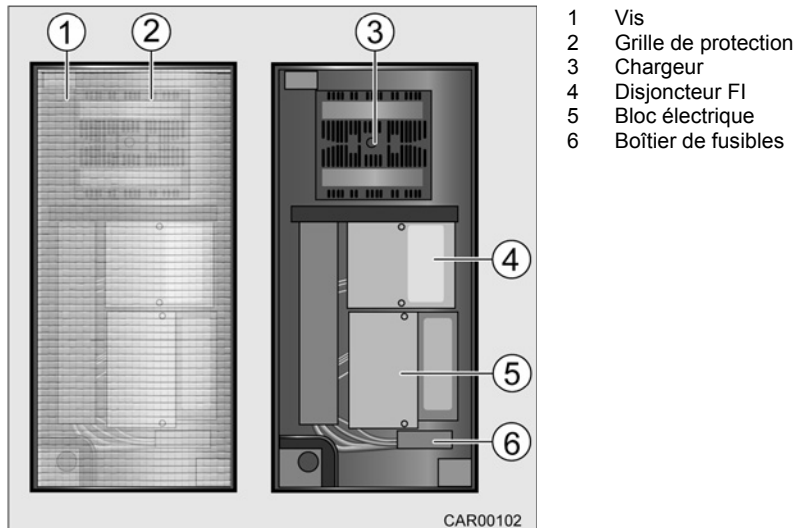

Fig. 111 Bloc électrique dans le garage
Le bloc électrique fonctionne uniquement en combinaison avec le panneau de contrôle. Le bloc électrique (Fig. 111/5) est installé dans le garage derrière une grille de protection (Fig. 111/2). Derrière la grille de protection (Fig. 111/2) se trouve également un boîtier de fusibles gris (Fig. 111/6) pour d'autres consommateurs et options spéciales 12 V.
Pour protéger l'appareil d'une fausse manipulation, le bloc électrique (Fig. 111/5) et le chargeur (Fig. 111/3) sont installés derrière une grille de protection (Fig. 111/2) perméable à l'air et amovible.
1. Desserrer les vis (Fig. 111/1) les unes après les autres en les tournant un quart de tour dans le sens anti-horaire.
2. Enlever la grille de protection (Fig. 111/2).
3. Une fois les travaux terminés, immédiatement remettre en place la grille de protection (Fig. 111/2).
- Pour protéger l'appareil d'une fausse manipulation, immédiatement remettre en place la grille de protection (Fig. 111/2) sur le bloc électrique (Fig. 111/5) après les travaux.
Le chargeur (Fig. 111/3) a été spécialement développé pour le secteur des caravanes et des bateaux pour charger des batteries gel de 12 V.